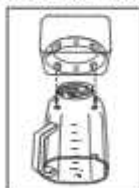

Fig. 15
- a. Para os modelos com jarra de vidro Boroclasst, vire a jarra de cabeça para baixo e coloque a base de jarra na abertura inferior de jarra encaixando os quatro sulcos da base de jarra nas quatro saliências jarra (Fig. 15).